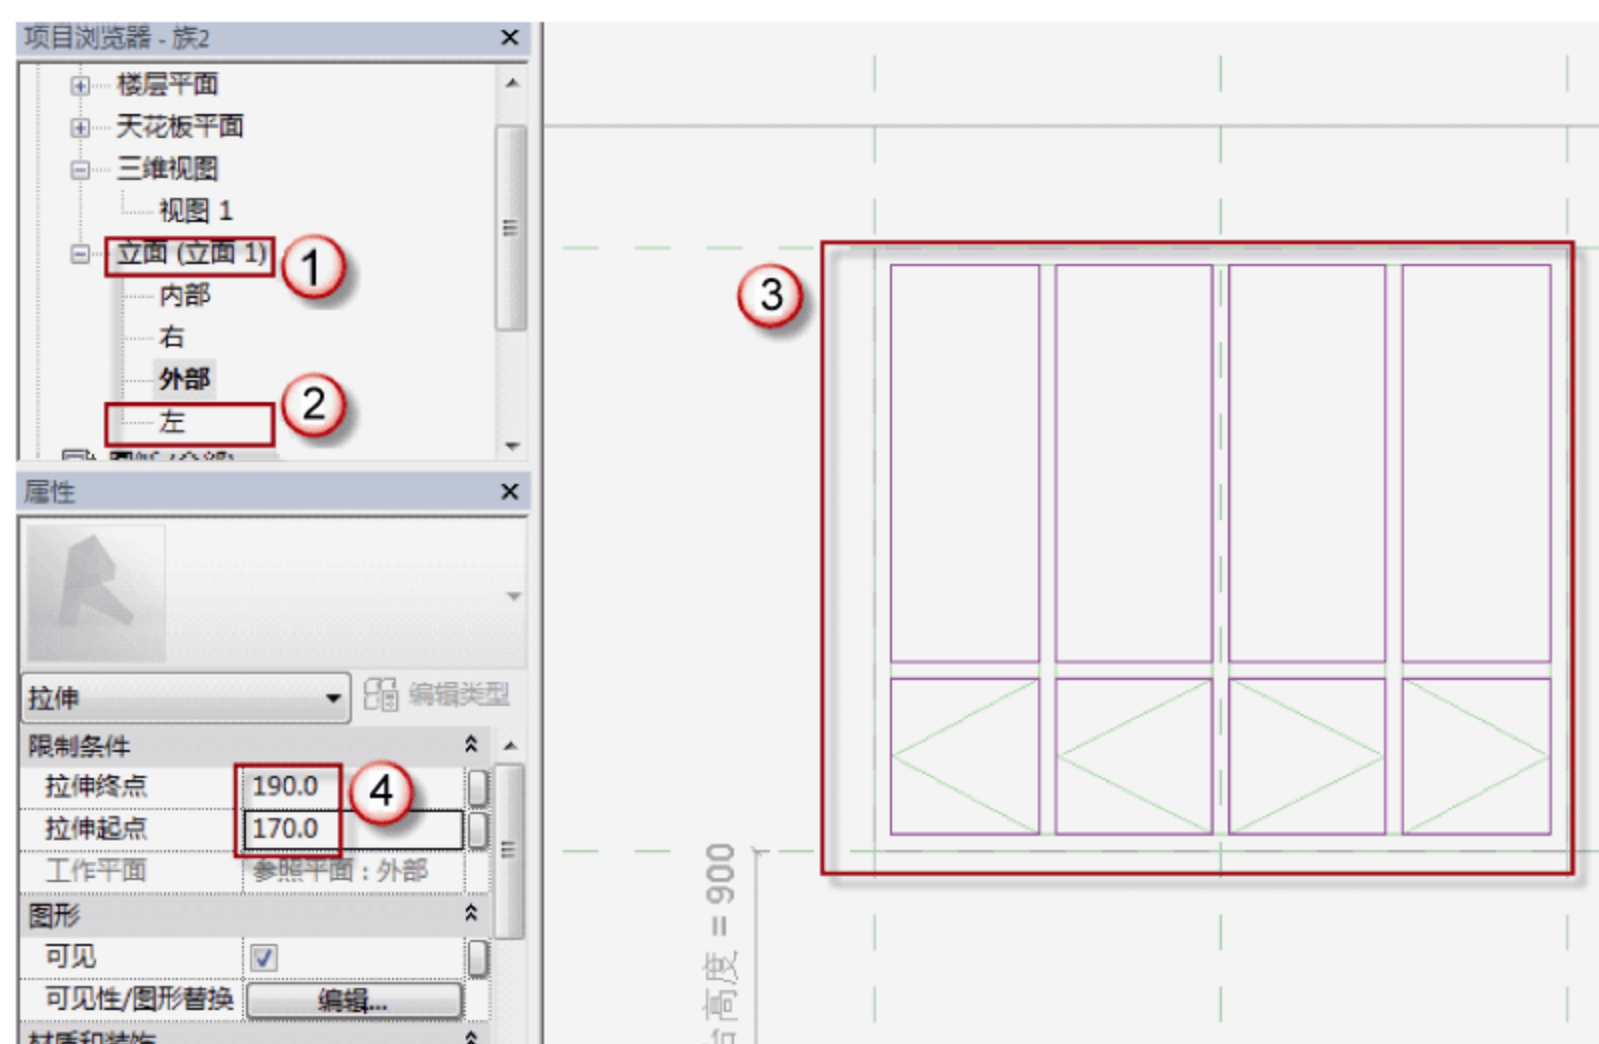

图 7.1.55 C2017 窗户玻璃的位置及厚度
(8) 绘制 C2017 窗户玻璃。选择“项目浏览器”中的“立面(立面1)”→“左”选项,可以进入 C2017 的左立面视图,选择“创建”→“拉伸”命令,进入“修改|编辑拉伸”界面,用菜单中的绘制工具绘制 C2017 窗户玻璃,如图 7.1.55 所示。在“属性”面板中,在“拉伸终点”中输入“190”字样,在“拉伸起点”中输入“170”字样。绘制完成后,单击√按钮完成绘制。